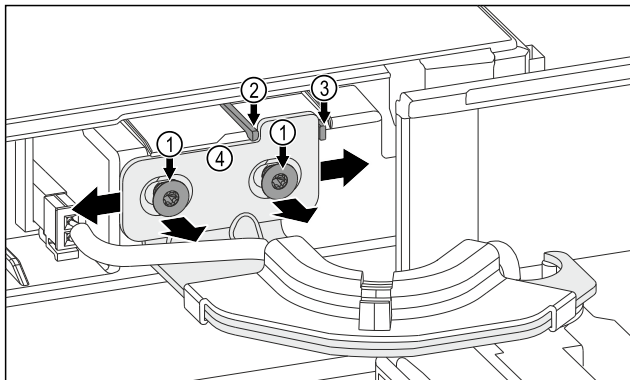

Fig. 7
- ▶ Otpustite oba vijka Fig. 7 (1).
- ▶ Pomaknite vrata nadesno: Izvadite sigurnosni umetak Fig. 7 (3).
- ▶ Pomaknite vrata nalijevo: Izvadite sigurnosni umetak Fig. 7 (2).
- ▶ Dosegnut je krajnji položaj vrata: Pritegnite oba vijka Fig. 7 (1).